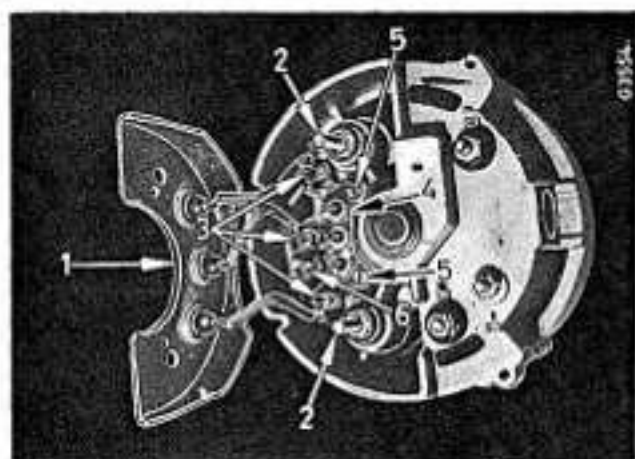

Bild 223
Kühlkörperplatte (1) Bild 223 lösen und nach oben klappen.